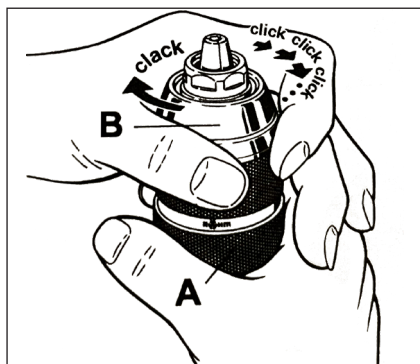

図3: チャックの操作
- ダブルスリーブキーレスチャックは、スリーブAとBの部分をつかんでスリーブBを捻ります。チャックジョーを弛めるには反時計回り、締めるには時計回りに捻ってください (図3参照)。アクセサリをチャックに3/4インチ程度差し込み、スリーブBをカチカチと音がするまで時計回りに捻ります。スリーブを十分に捻りチャックからカチカチという音がしなくなれば、ドリルビットは固く締め付けられています。